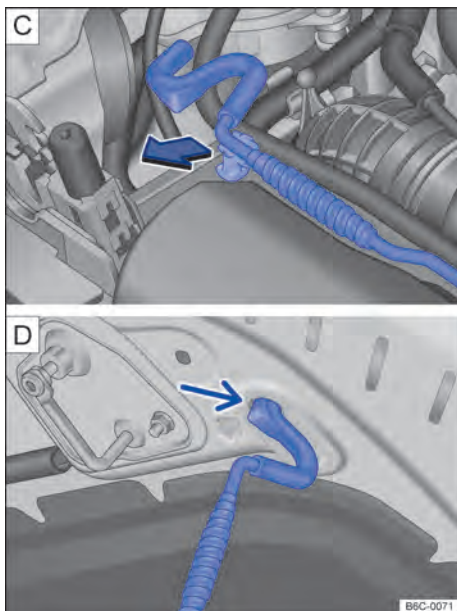

Fig. 196 [C] Haste de sustentação da tampa do compartimento do motor. [D] Tampa do compartimento do motor apoiada na haste de sustentação.
- Retirar a haste de sustentação do suporte no sentido da seta → Fig. 196 [C] e posicioná-la na abertura na tampa do compartimento do motor → Fig. 196 [D].
- Retirar a haste de sustentação do furo → Fig. 196 [D] e encaixá-la no suporte do fecho → Fig. 196 [C].